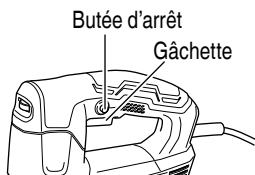

Fig. 4
7. Fonctionnement de l'interrupteur (Fig. 4)